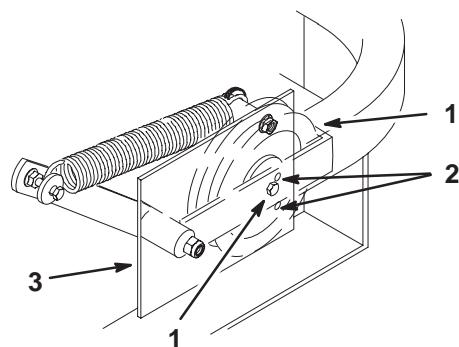

Figure 71
Important Vérifiez que la courroie est bien en place dans les guides avant et arrière (Fig. 71).
- Vérifiez la tension de la courroie. Le boulon central de la poulie de tension rappelée par ressort doit se trouver près du trou d'alignement supérieur de la plaque de support gauche (Fig. 71).